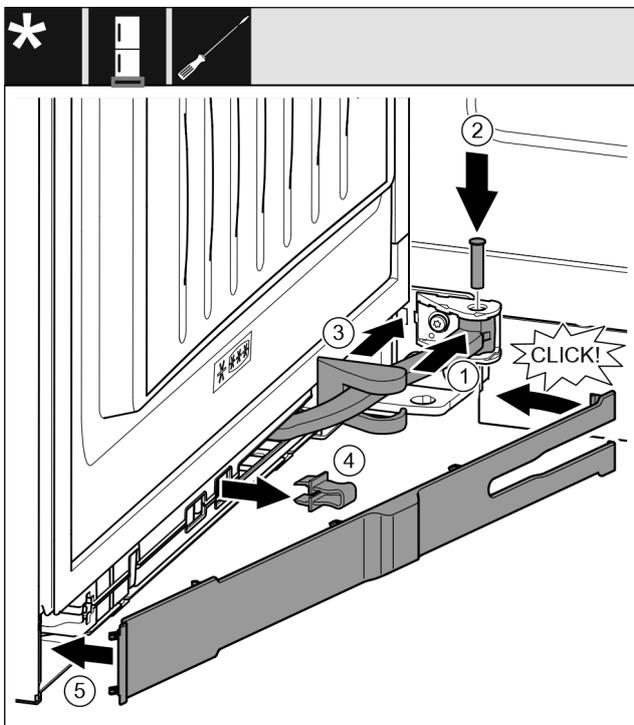

Fig. 47
- ▶ Gire la articulación en la suspensión. Fig. 47 (1)
- ▶ Introduzca el perno con un destornillador T15 en la suspensión y la articulación. Preste atención a que el saliente de retención descansa correctamente en la ranura. Fig. 47 (2)
- ▶ Desplace la cubierta del soporte de cojinete a lo largo de la articulación y móntela sobre la suspensión. Fig. 47 (3)
- ▶ Retire el seguro. Fig. 47 (4)
- ▶ Coloque el panel por el lado del tirador y gírelo hacia dentro. Fig. 47 (5)